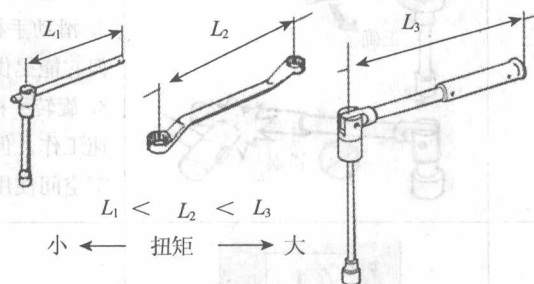

图 1-1-3 扭矩大小与工具的长度关系
(3) 根据旋转扭矩的大小选用工具。如果最后拧紧或开始拧松螺栓/螺母需要大扭矩，要使用允许施加大力的扳手。可以施加的力的大小取决于手柄的长度。手柄越长，用较小的力得到的扭矩越大（见图 1-1-3）。如果使用了超长手柄，就有扭矩过大的危险，螺栓有可能折断。